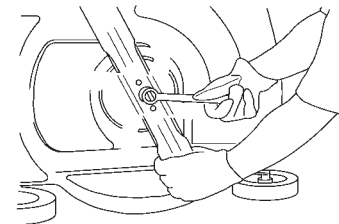

Figura 27
3. Fije la cuchilla con la tuerca según muestra la Figura 27.